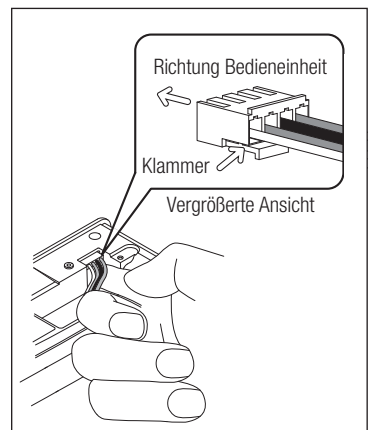

Abb. 8
- 5) Drücken Sie zum Entfernen des Steckers auf die Klammer unter dem Stecker, um diesen freizugeben. (Abb. 8)